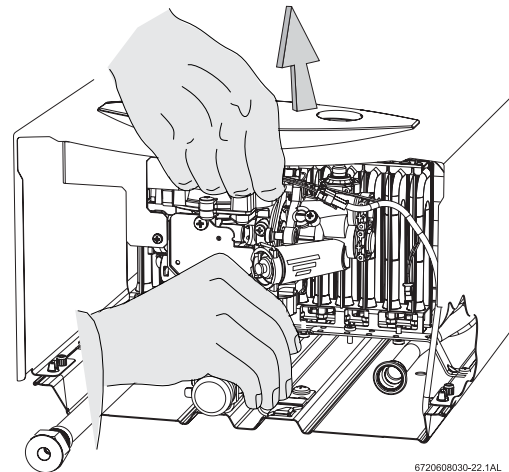

Fig. 6 Retire la cubierta frontal
- ▶ Retire el casco exterior, para ello, tire del mismo hacia adelante y luego levántelo, vea la Fig. 6.